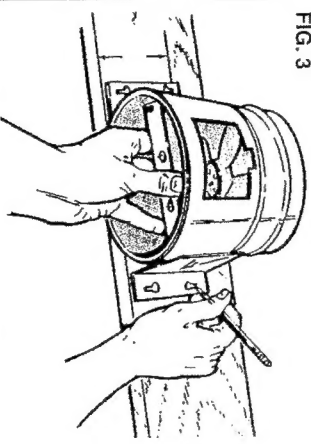

FIG. 3
3. Draw a line on joist 3-1/4" from the bottom edge, as shown, for 1/2" finished ceiling material, just this dimension for different ceiling material thicknesses. Hold unit up and mark upper key-holes along this line. (FIG. 3)
3. Dibuje una línea en la viga a 8,25 cm (3-1/4 pulg.) del borde inferior, tal como se muestra, para material de acabado de cielo raso de 1,27 cm (1/2 pulg.). Ajuste esta dimensión para otros grosores de materiales de cielo raso. Sostenga la unidad y marque los agujeros como llave en esta línea. (FIG. 3)